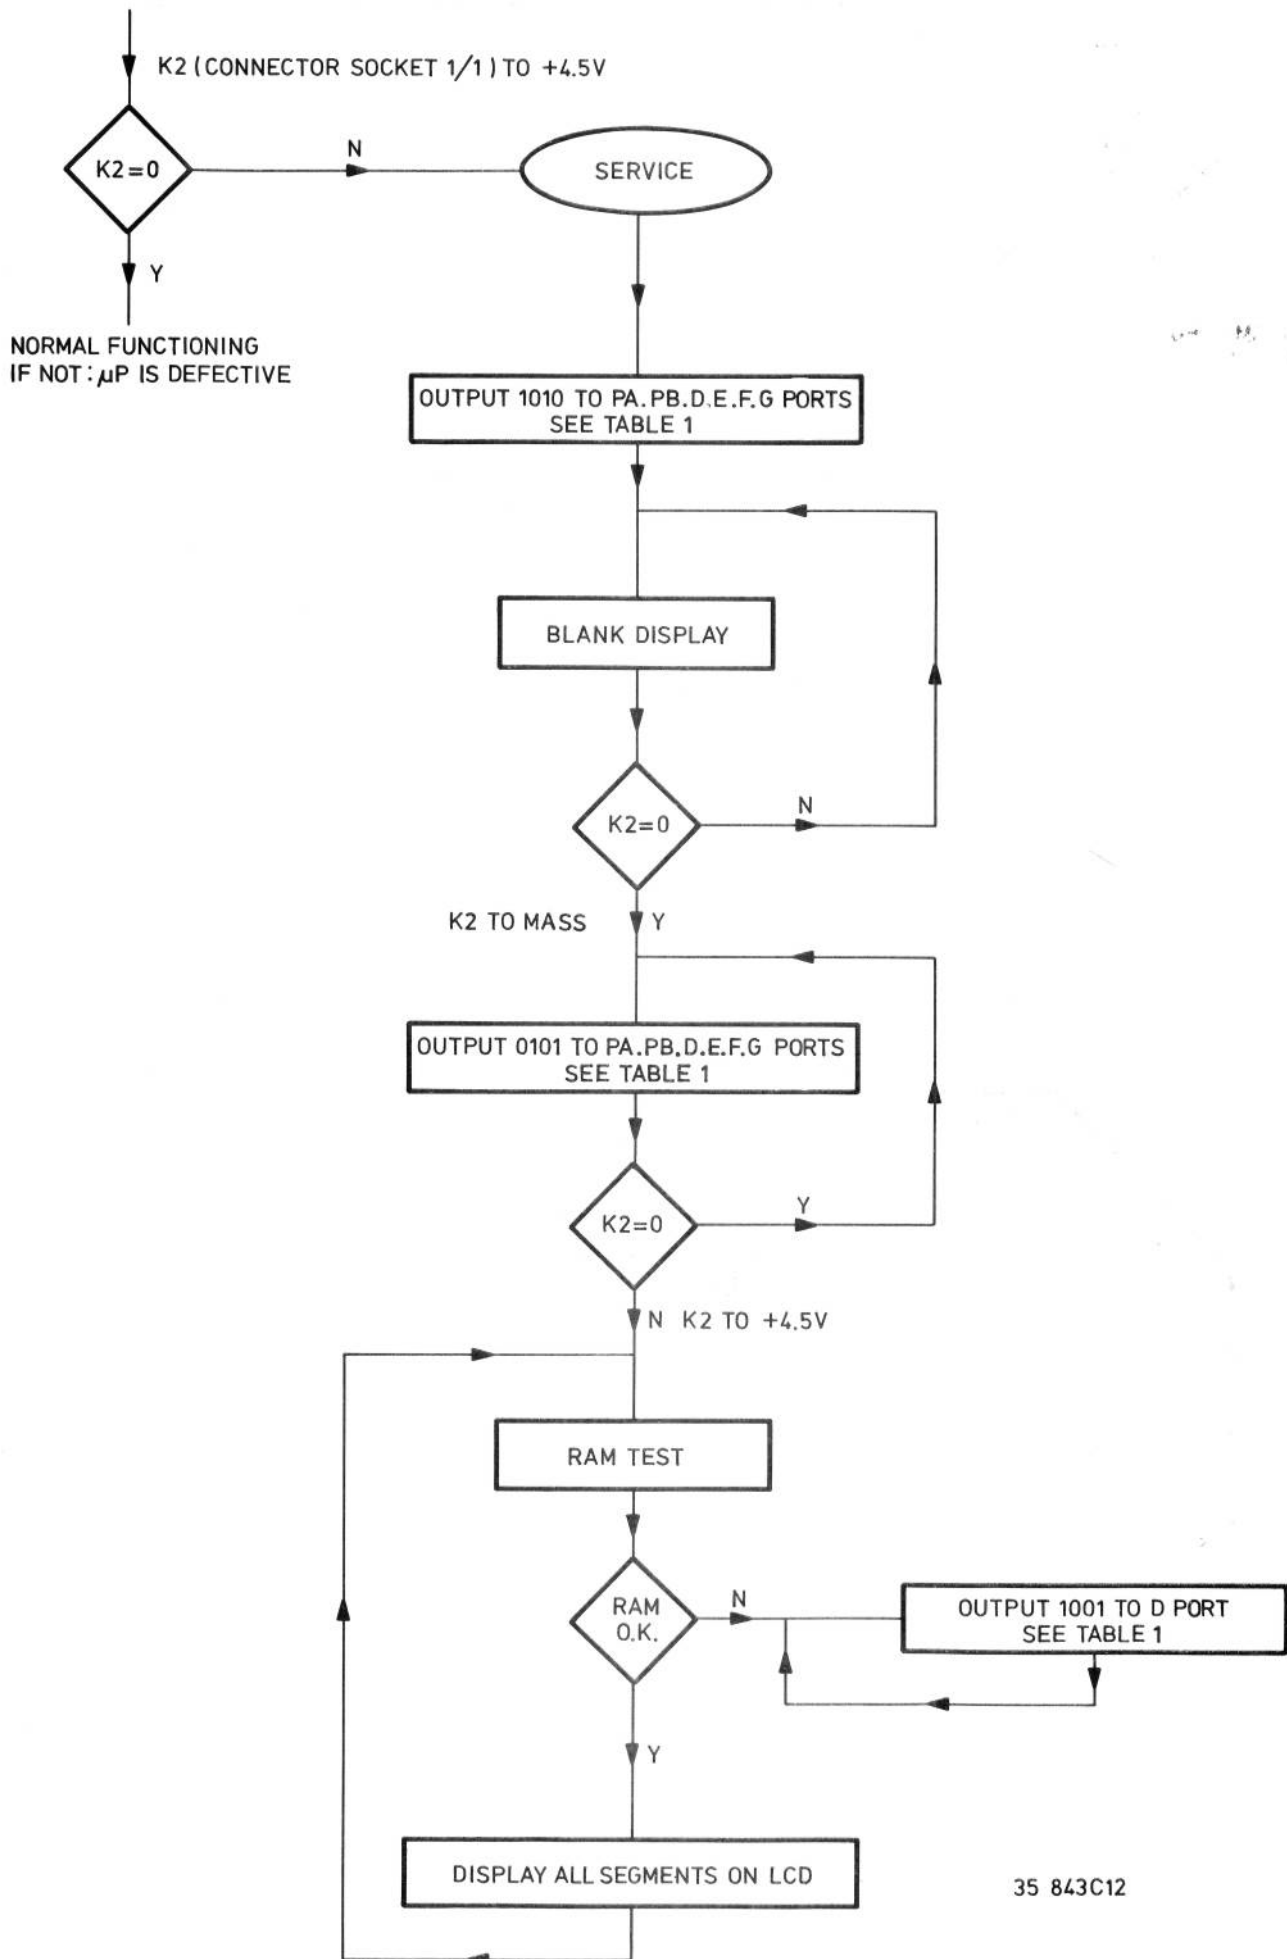

Fig. 3
Pour plus de détails, voir à l'organigramme du programme de test du 1er µP (Fig. 3).
4. Für die Prüfung des ersten  $\mu\text{P}$ s, K2 (das ist Anschlussbuchse 1/1) mit der externen Versorgungsspannung von +4,5 V verbinden. Externe Versorgungsspannung einschalten. Nun wird der  $\mu\text{P}$  in das Serviceprüfprogramm gelangen. Für Einzelheiten siehe Flussdiagramm des ersten  $\mu\text{P}$ -Prüfprogramms (siehe Bild 3). Anfangs wird die Flüssigkristallanzeige blank bleiben. Dann K2 mit Masse verbinden. Die Flüssigkristallanzeige bleibt blank. Darauf K2 mit der externen Versorgungsspannung +4,5 V verbinden.